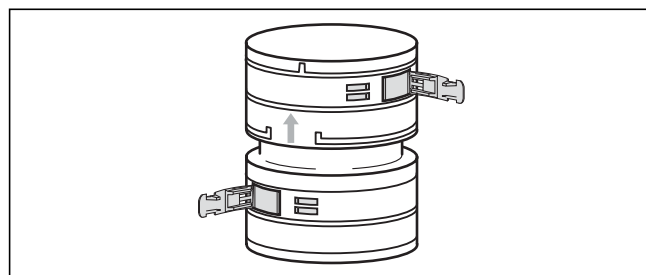
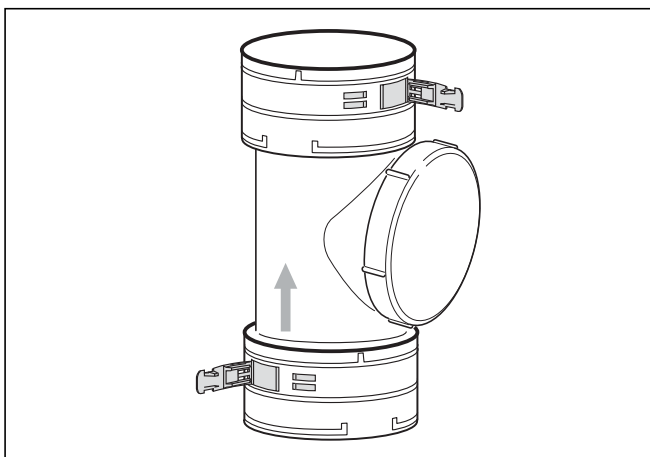

Рис. 6.45 Соединительный элемент
Рис. 6.46 Очистной элемент
- При необходимости сначала монтируйте соединительный и очистной элементы (см. рис. 6.45 и 6.46).
Вместо того, чтобы обматывать гибкий выпускной газопровод по всей длине за один раз, Вы можете использовать отрезки и соединять их соединительными элементами (арт. № 303 512, рис. 6.45) или очистным элементом (арт. № 303 511, рис. 6.46).